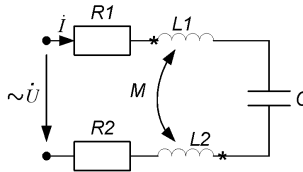

Рис. 3.65
1. Вычислить значения тока и напряжения на емкости, если в схеме (рис. 3.65) приложенное к цепи напряжение $U = 100$ В; $R_1 = 5$ Ом; $R_2 = 3$ Ом; $\omega L_1 = 4$ Ом; $\omega L_2 = 2$ Ом; $\omega M = 2$ Ом; $\frac{1}{\omega C} = 4$ Ом.